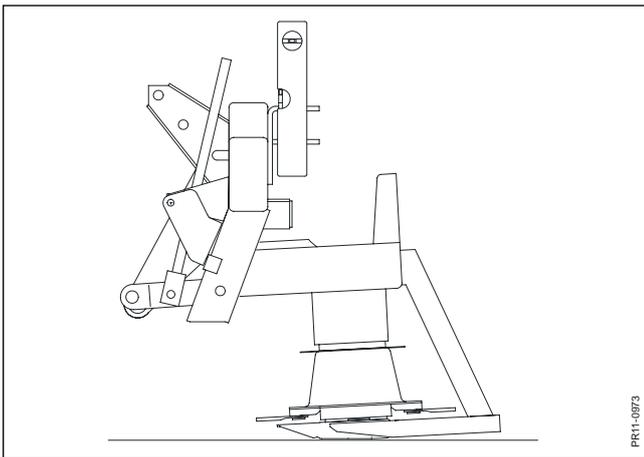

Fig. 3-9
- Fig. 3-9** D'usine, la machine est conçue pour couper aussi court que possible lorsque la tête d'attelage est complètement verticale avec la machine en position travail.